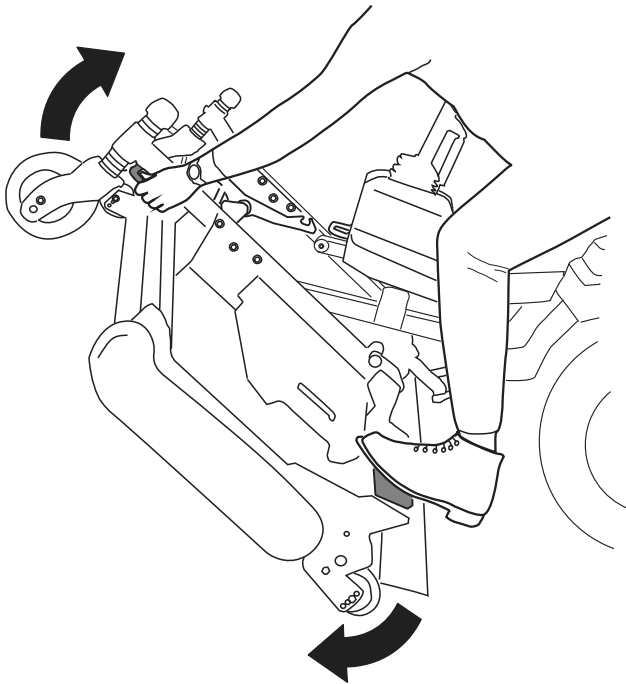
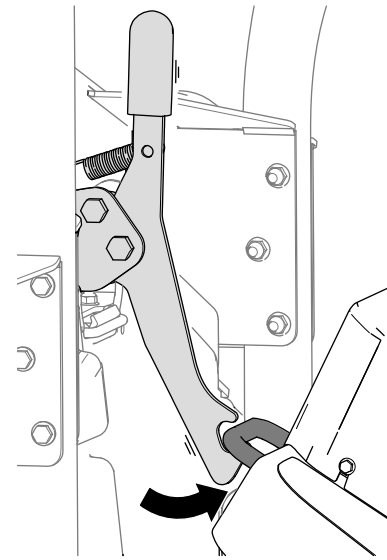
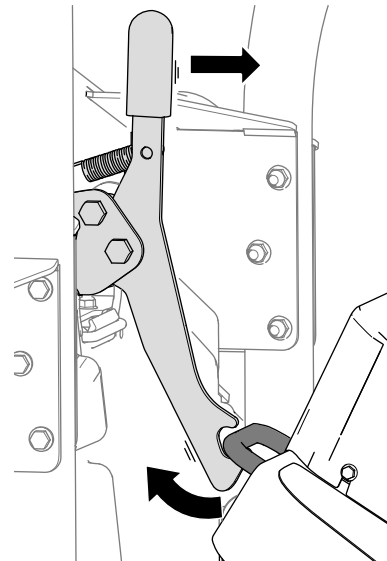

Figura 35
Figura 36
Figura 37
5. Gire la unidad de corte (Figura 35) hasta que el cierre se enganche en el soporte de amarre (Figura 36).
1. Desenganche el cierre de la unidad de corte del soporte de amarre (Figura 37) girando ligeramente la unidad de corte hacia adelante (Figura 35) y tirando hacia adelante de la palanca del cierre.